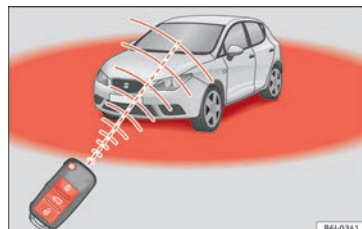

Bild 131 Räckvidd för fjärrkontrollen med radiofrekvens.
- Fjärrkontrollsnnyckeln med radiofrekvens fungerar bara när du är inom räckvidd » bild 131.